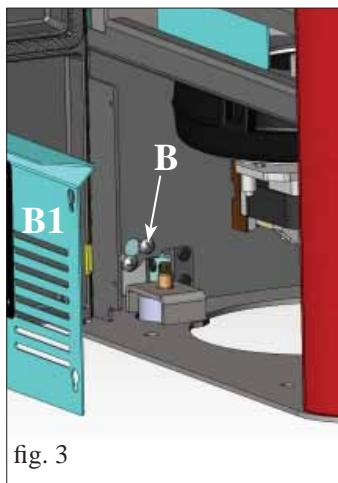

fig. 3
- Abrir la puerta y quitar el panel galvanizado (B1 - fig. 3).
- Aflojar el tornillo inferior (B -fig. 3).